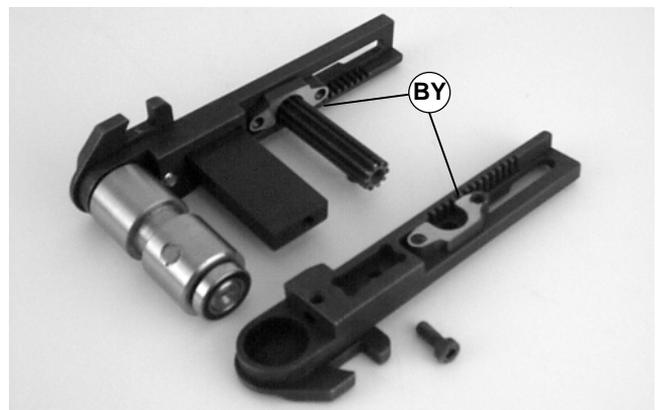

Abbildung 56
**WICHTIG:** Bei einer Spannenden-Baugruppe beide Ritzelgehäuse (BY siehe Abbildung 56) so ausrichten, daß sie auf ihrer jeweiligen Zahnstange die gleiche Zahnposition einnehmen.